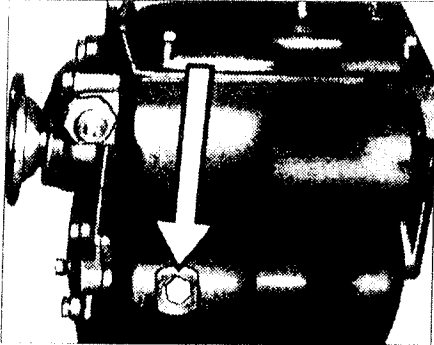

Abb. 50
25. Ölstand im Wechselgetriebe alle 2000 km kontrollieren und evtl. ergänzen (Abb. 50).